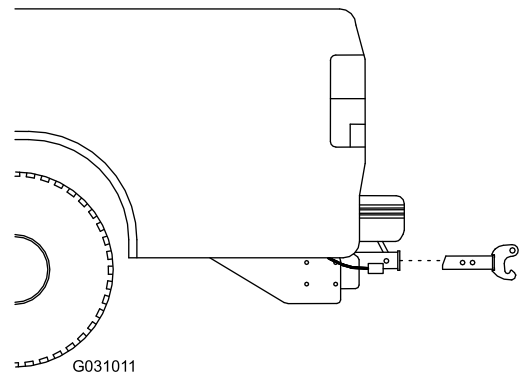

Figure 10
- Insérez l'attelage RT3 dans le dispositif d'attelage du véhicule et alignez le second trou de l'attelage de l'épandeur sur le trou de l'attelage du véhicule (Figure 10).